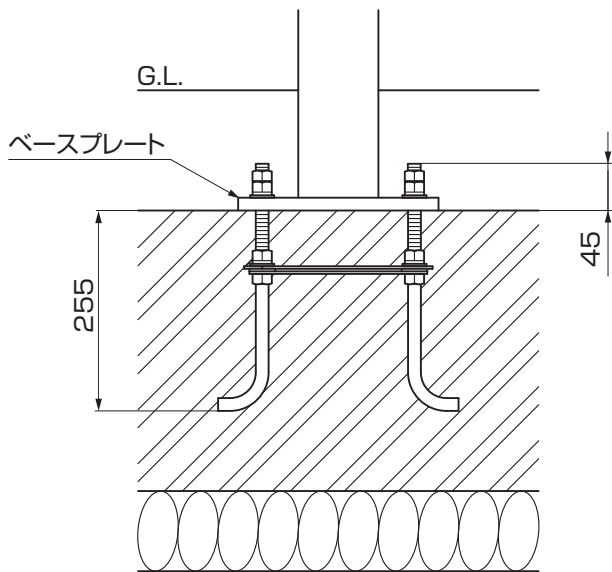
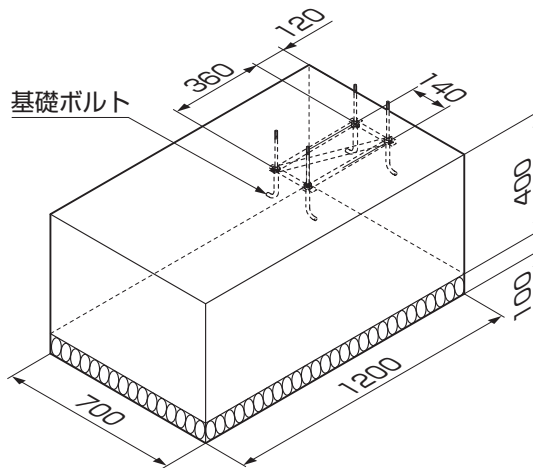

図3-1
図3-2
①基礎ボルトの垂直を出し、寸法通りに施工してください。(図3-1、図3-2)